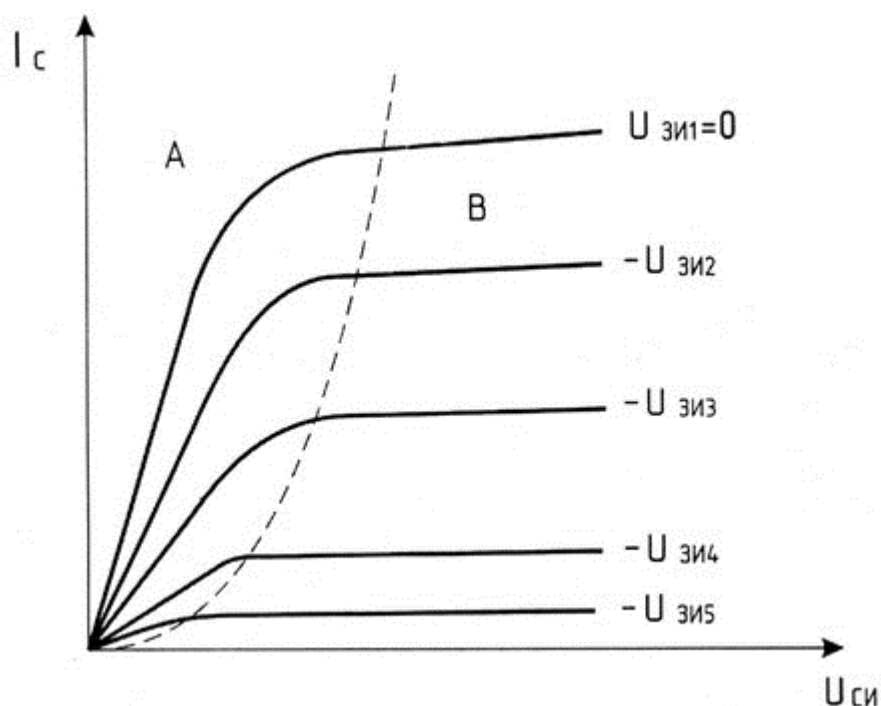

Рис.3.7. Стоковые характеристики n-канального полевого транзистора с р-п-переходом; А- область переменного сопротивления, В- область насыщения.
Стоковые характеристики n-канального полевого транзистора с р-п-переходом (рис.3.7) также имеют две области: линейную – А и насыщения – В.
Размерность крутизны выражается в мА / В или в Сименсах ($1 \text{ См} = 1 \text{ А} / \text{В}$). Обычно крутизну полевого транзистора рассчитывают для режима, соответствующего линейному участку стоко-затворной характеристики. Для этого строят треугольник ABC (рис. 3.4 и рис. 3.7), по которым находят приращения тока ΔI_C и напряжения $\Delta U_{ЗИ}$ и по формуле (3.1) рассчитывают крутизну S .
- Используя данные табл. 3.1. и табл. 3.2. постройте графики семейств стоко-затворных и стоковых характеристик транзистора. Они имеют вид, представленный на рис.3.7 и рис 3.8.